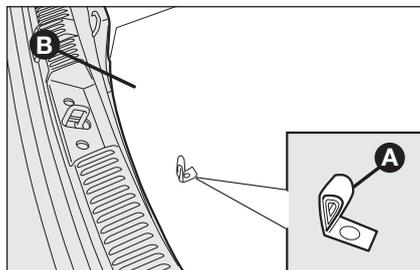

fig. 2
- apague el motor y accione el freno de mano; acople la primera marcha o la marcha atrás; con la manilla **A-fig. 2** extraiga el preformado de revestimiento duro **B**;